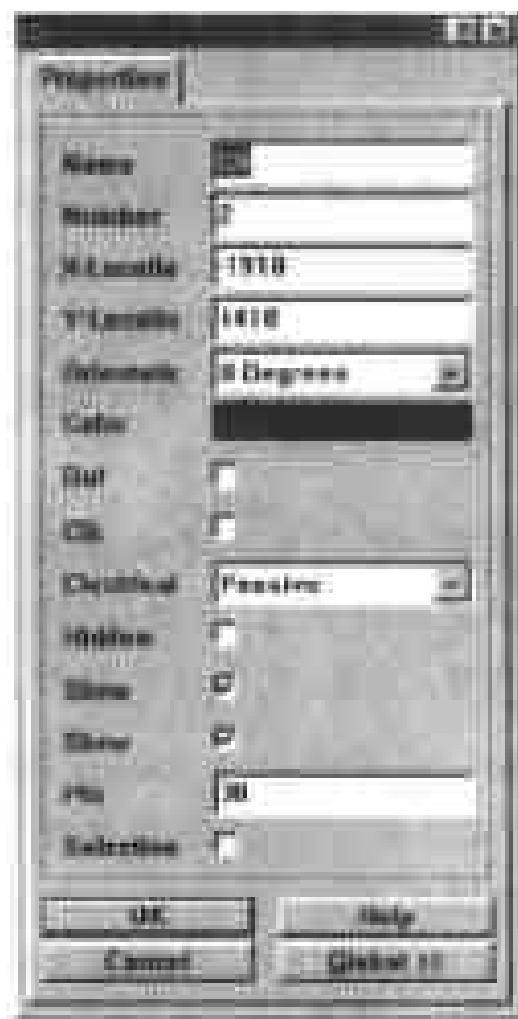
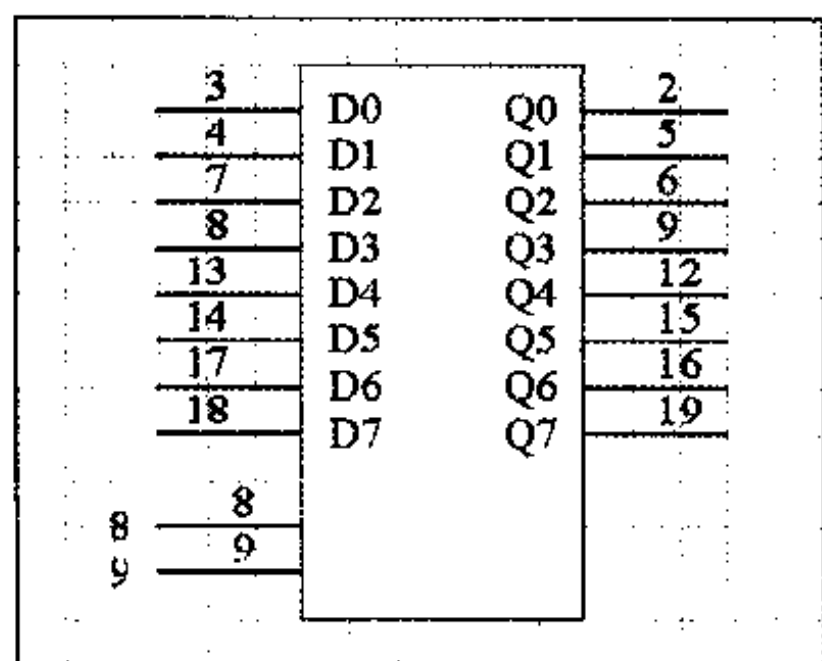
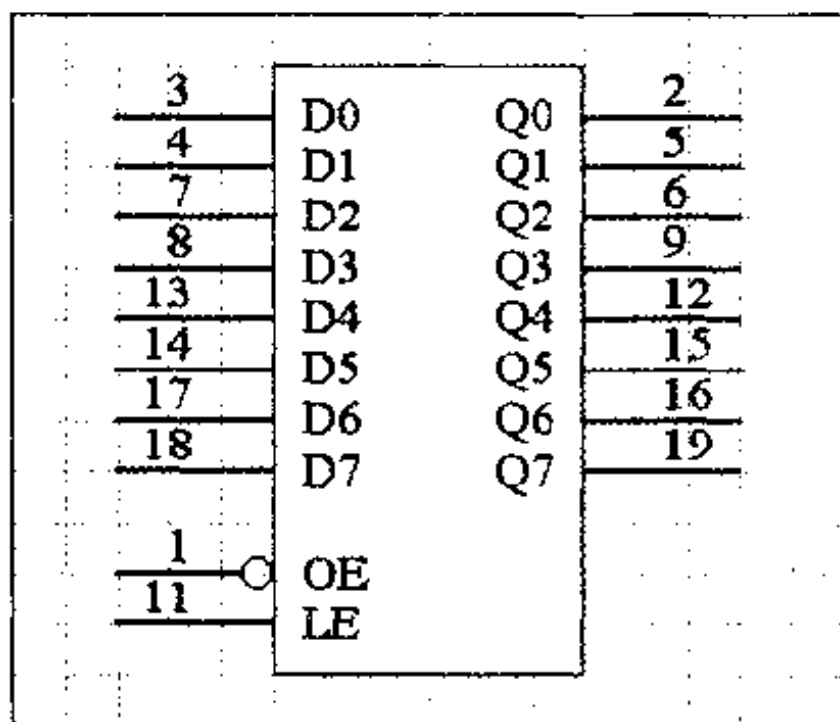

图 5-27 设置元件引脚属性的对话框
图 5-29 设置元件左侧引脚属性的效果
图 5-30 设置最后两个引脚属性的效果
(13) 在元件周围放置了引脚后, 需要设置引脚的属性。在图纸中双击序号为 10 的引脚, 弹出如图 5-27 所示的对话框。
(14) 在该对话框中单击第一个 Show 复选框, 使元件引脚的名称在图纸中被显示出来, 然后在 Name 选项的输入框中输入 Q0, 设置元件引脚的名称。
(15) 在对话框中单击第二个 Show 复选框, 使元件引脚的编号在图纸中被显示出来, 然后在 Number 选项的输入框中输入 2, 设置元件引脚的编号。
(16) 单击对话框的 Electrical 选项的下拉列表框, 在弹出的下拉列表中设置该引脚的类型, 本例中选择 Passive。
(17) 在对话框的 X-Location 和 Y-Location 选项的输入框中显示出了此引脚的位置坐标, 修改其中的数值即可调整引脚的位置。单击 Color 选项的颜色框, 即可在弹出的 Choose Color 对话框中设置引脚的颜色。
(18) 对话框底部的 Pin 选项的输入框中显示出了此元件引脚的长度 30, 其单位为 mil, 修改其中的取值, 即可调整引脚的长度。
(20) 在图纸中双击元件左侧序号为 0 的引脚,在弹出的如图 5-27 所示的对话框中设置其属性。
(21) 根据所创建的元件的实际情况设置 Name 和 Number 选项输入框中的内容,即可设置元件引脚的名称和编号。单击 Electrical 选项的下拉列表框,在弹出的下拉列表中选择引脚的类型为 Passive。
(22) 在对话框中单击 Orientation 选项的下拉列表框,在弹出的下拉列表中提供了 4 个选项,供用户设置引脚的方向,从中选择 180 Degrees,将元件引脚反转,对话框中的其他选项取默认值,单击 OK 命令按钮,返回工作窗口。
(23) 元件引脚被反转后,与矩形之间出现了 30 mil(引脚长度)的间隙。在图纸中单击反转的引脚,按住鼠标左键,此时鼠标箭头变为十字光标,并且元件引脚粘在十字光标上,移动十字光标,使元件引脚与矩形相接,释放鼠标左键,将元件引脚放在新的位置上。
(24) 按照以上几个的步骤,设置元件左边前 8 个引脚的属性,并调整它们的位置,得到如图 5-29 所示的效果。
(25) 按照上述几个步骤,设置元件左侧最下面的元件引脚的属性,设置它的名称、编号,然后将它反转并调整到适当的位置。
(26) 在图纸中双击元件左侧从下向上的第二个元件引脚,在弹出的如图 5-27 所示的对话框中设置引脚的属性。在 Name 和 Number 选项的输入框中输入适当的内容,设置引脚的名称和编号。
(27) 单击 Orientation 选项的下拉列表框,在弹出的下拉列表中选择 180 Degrees,将元件引脚反转。单击 Dot 选项,在元件引脚的顶端添加一个圆点(小圆圈)。设置好对话框中的其他选项,单击 OK 命令按钮,返回工作窗口。
(28) 在图纸中单击反转后的引脚,按住鼠标左键,移动鼠标到适当的位置,释放鼠标左键,确定它们的位置,得到如图 5-30 所示的效果。
(29) 如图 5-30 所示,我们已经完成了创建这个元件的大部分工作,下面还将在 1 号引脚的名称 OE 顶部添加一个横杠。在 SchLib Drawing Tools 工具栏中单击  按钮,选择绘制直线的工具。
(30) 此时鼠标箭头变为十字光标,移动十字光标,在图纸中的适当位置单击,确定直线的起点;然后沿着水平方向移动十字光标,到适当的位置单击,确定直线的终点。右击鼠标,完成绘制直线的工作,此时鼠标箭头仍为十字光标,用户还可以继续绘制直线,再次右击鼠标,退出绘制直线的工作状态。